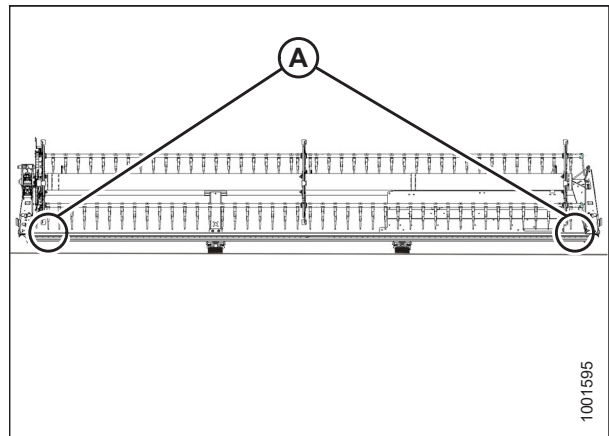

Рисунок 4.262: Точки вимірювання на жатці FlexDraper® — одинарне мотовило
- Жатки з одинарним мотовилом: Рисунок 4.262, стор. 444